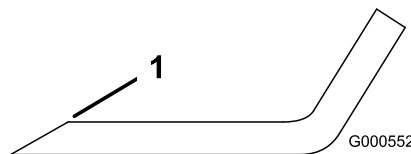

Figura 100
1. Utilice una lima para afilar el filo de corte en ambos extremos de la cuchilla (Figura 100).
Nota: Si la cuchilla no está equilibrada, rebaje algo el metal en la parte de la vela solamente con una lima (Figura 100).